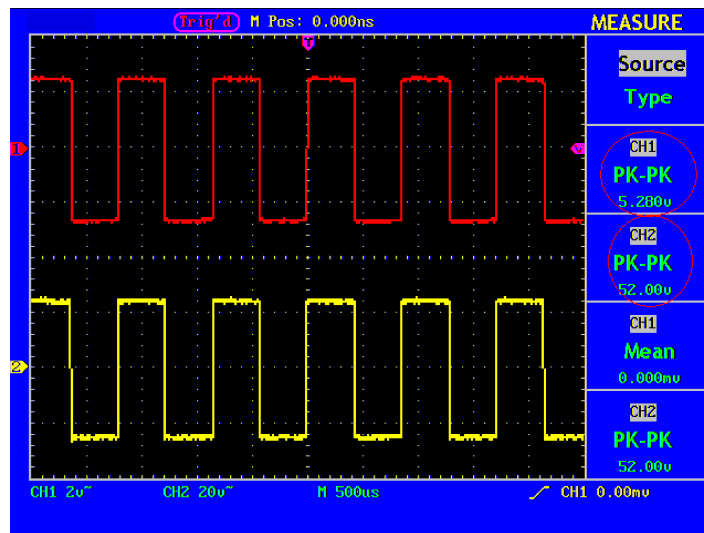

Abb. 103 Wellenform bei der Messung der Verstärkung
9. Lesen Sie die Spitze-Spitze-Werte von Kanal 1 und Kanal 2 in dem angezeigten Menü ab (siehe Abb. 103).